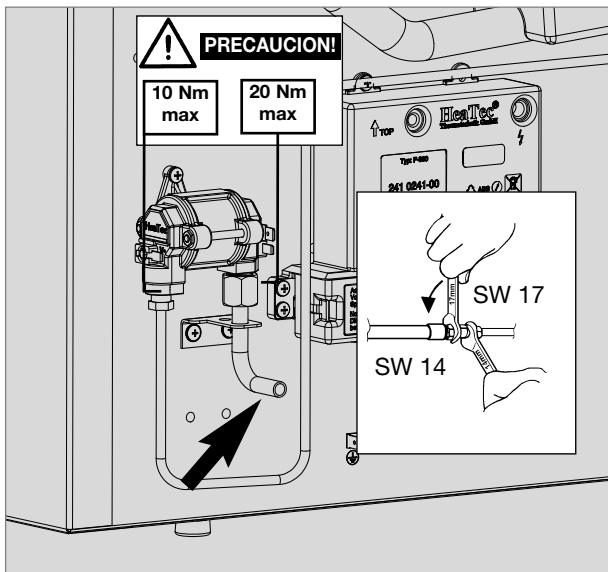

Fig. 34
- La conexión de gas con el aparato se efectúa mediante un atornillado de anillo cortante ("Ermeto") K8, DIN 2353-ST según EN 1949 (fig. 34).